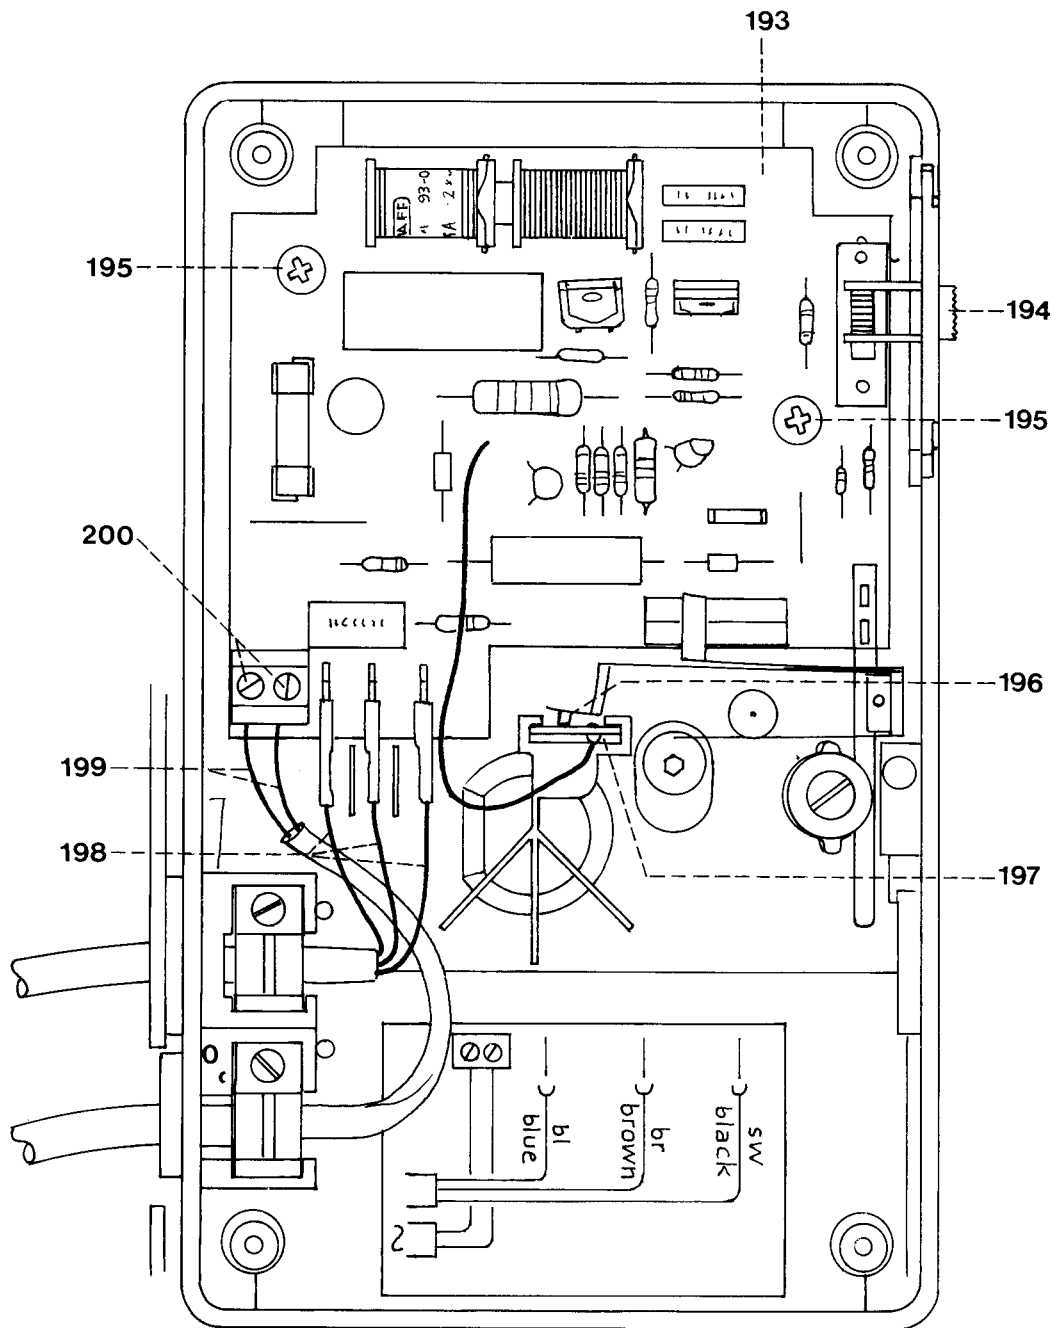

Fig. 47b
- Retirer les quatre vis et enlever les quatre pieds en caoutchouc avec les rondelles (fig. 47b).